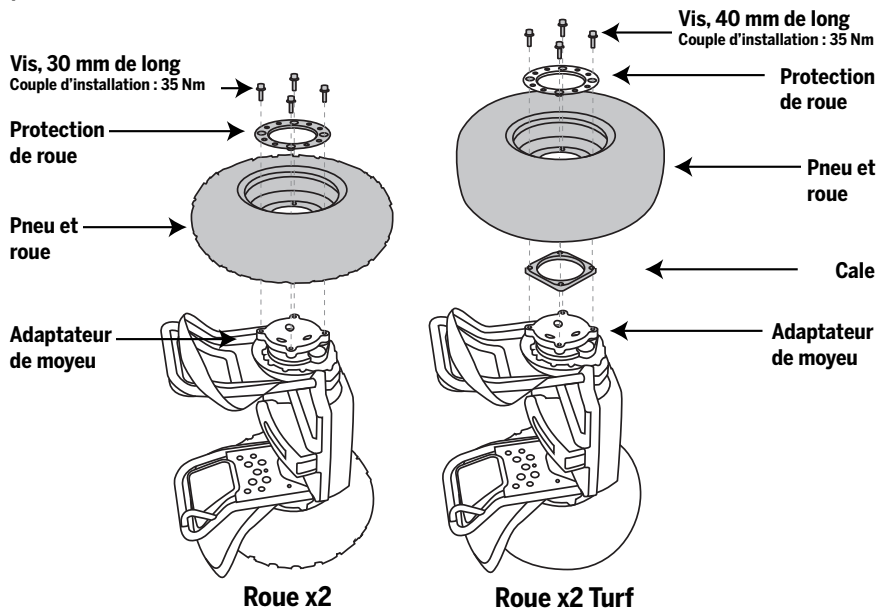

Figure 1. Retrait ou installation de l'ensemble pneu et roue
2. Pour retirer l'ensemble pneu et roue, la protection de roue et la cale (x2 Turf uniquement), basculez le Segway TP sur le côté de sorte que la roue à démonter soit orientée vers le haut et que l'autre roue repose sur une surface plane et propre. Référez-vous à la figure 1.
3. Desserrez les (4) vis à l'aide d'une clé hexagonale de 8 mm. Tenez la roue pour l'empêcher de tourner. Soulevez la roue et nettoyez tous les débris de ses surfaces de montage. Pour le x2 Turf : soulevez également la cale. Référez-vous à la figure 1.
4. Pour réinstaller l'ensemble pneu et roue ainsi que la protection, placez la roue sur l'adaptateur de moyeu, la tige de vanne orientée vers l'extérieur. Pour le x2 Turf : placez la cale sur l'adaptateur de moyeu, puis placez la roue sur la cale. Référez-vous à la figure 1.
5. Placez la protection sur la roue. Vissez les (4) vis de 30 mm de long (incluses dans ce kit) dans la protection et la roue et dans l'adaptateur de moyeu. Pour le x2 Turf : vissez les (4) vis de 40 mm de long (incluses dans ce kit) dans la protection, la roue et la cale et dans l'adaptateur de moyeu.